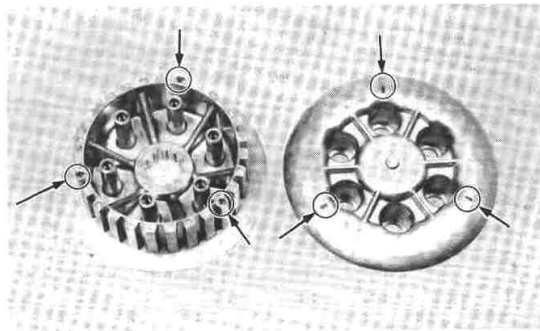

Fig. 3-5-14
5. Install clutch pressure plate. (Fig. 3-5-14)
5. Posez le plateau de pression de l'embrayage. (Fig. 3-5-14)